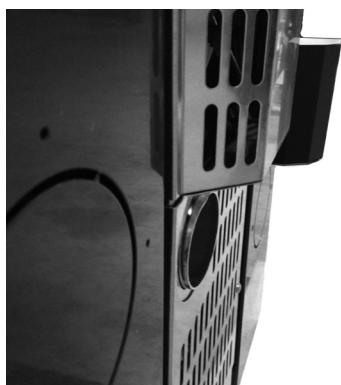

Fig. 12 - Fase 1
- Oorspronkelijke positie van de buis volledig ingetrokken (zie **Fig. 12**).